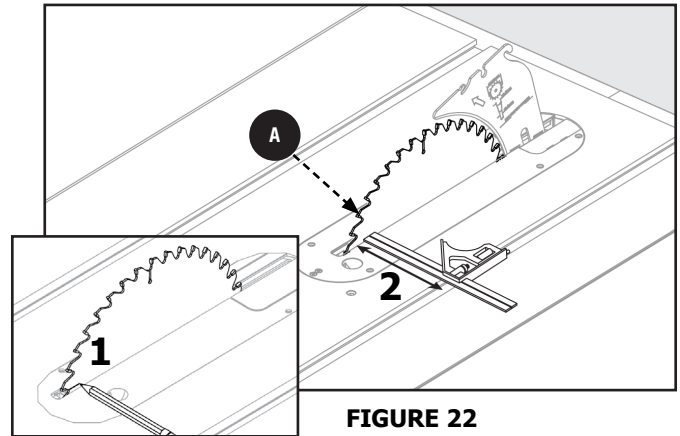

FIGURE 22
1. Faites une marque sur le côté de l'une des dents, à l'avant de la lame **A** Figure 22. Placez l'équerre combinée contre la dent marquée à l'avant de la lame **A**, la tête de l'équerre contre la rainure du guide d'onglet, comme illustré.